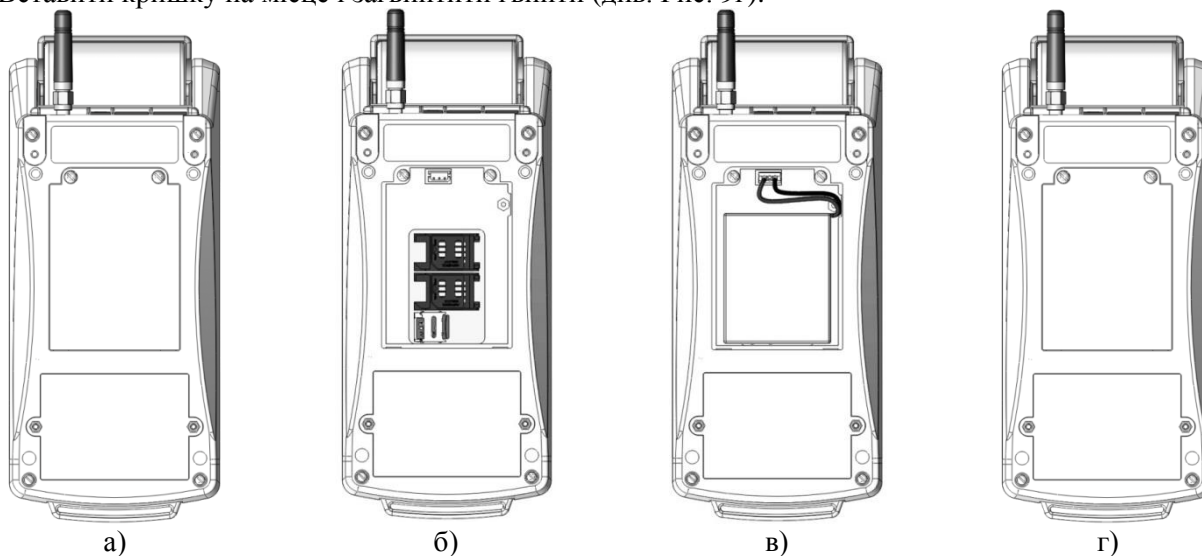

Рис. 9 Встановлення акумуляторної батареї в касовий апарат
- Відкрутіть гвинти і зніміть кришку відділення для акумуляторної батареї і SIM-карт (Рис. 9а).
- Під'єднати нову АБ (Рис. 9б).
- Розмістити АБ у відділенні, слідкуючи, щоб проводи не мали перегинів (див. Рис. 9в).
- Вставити кришку на місце і закрутити гвинти (див. Рис. 9г).